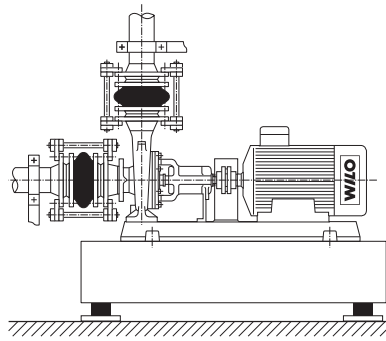

Fig. 10: sūkni uzstādīt nenospriegoti
- Cauruļvadi nedrīkst pārnest spēkus uz sūkni. Tie jāuztver pirms sūkņa un jāpieslēdz nenospriegoti (skat. Fig. 10).
- Cauruļvadu izplešanās, pieaugot temperatūrai, jākompensē ar piemērotām darbībām (skat. Fig. 10). Ar atbilstošām konstrukcijām jānovērš gaisa pieplūde cauruļvados.